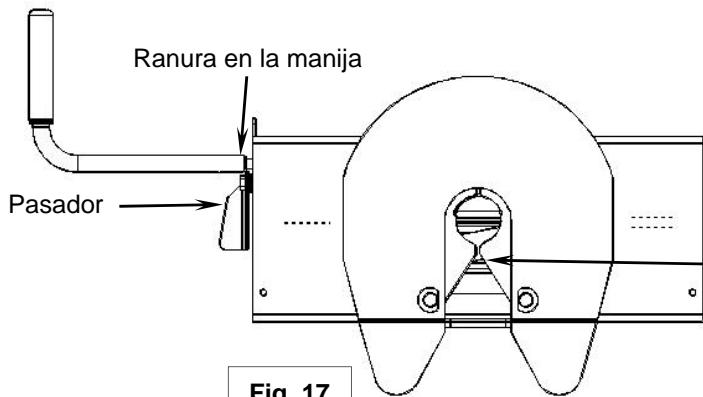

Fig. 17
6. Rote el pasador de la manija del enganche hacia el remolque y libere de la ranura en la manija. (Fig. 17 en la siguiente página)